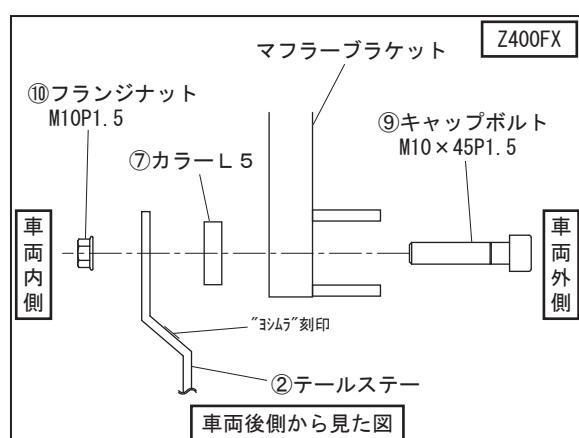

FIG. 3
6. 手順4で①マフラーASSYに取り付けたテールステーと車両のマフラーブラケットの穴位置に合わせ、Z400FXの場合は⑨キャップボルトM10×45P1.5、⑦カラーL5、⑩フランジナットM10P1.5を、Z400GP、ZEPHYR400の場合は⑦カラーL5と純正ボルト、ナットを使用して仮締めして下さい。 (FIG. 3, 4 参照)